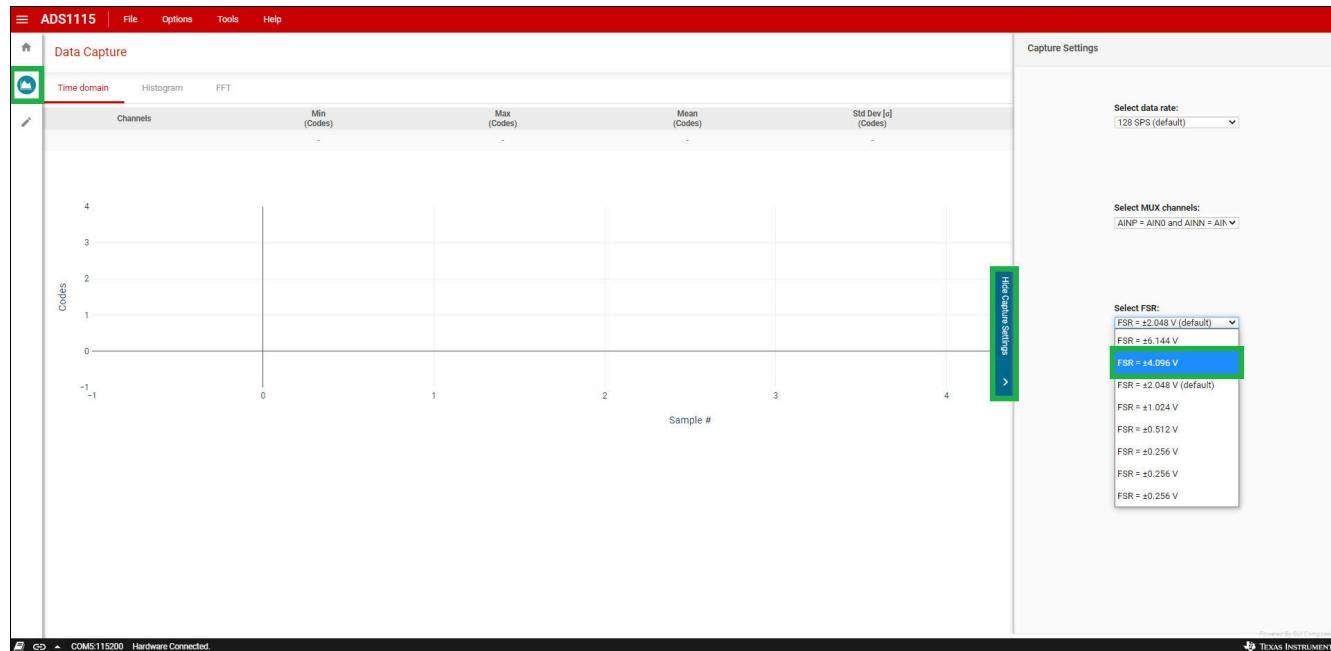

图 2-3. 采集设置 - 满标量程 (FSR)
- 从 *Select FSR* (选择 FSR) 下拉菜单中选择 $FSR = \pm 4.096V$ ，如图 2-3 中所示。需要进行选择以增加满标量程，从而测量 3.3V 输入。